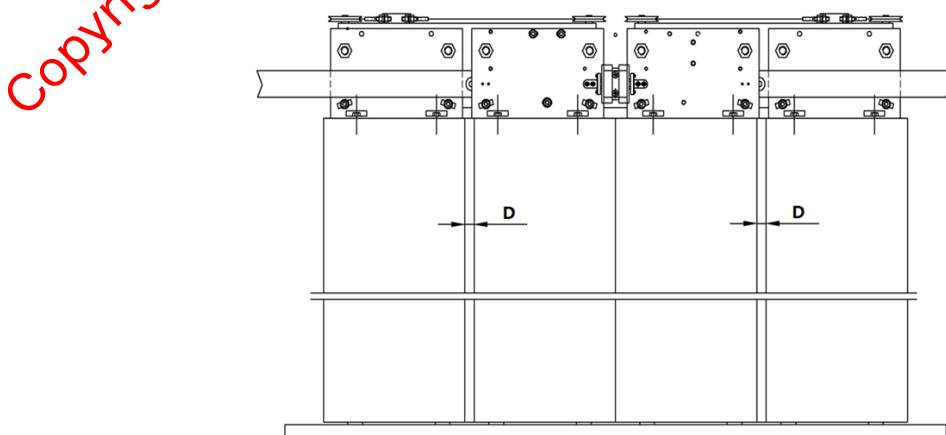

图 3-2i 轿门装配图
3. 快轿门板与慢轿门板之间的叠差 D，上下偏差不超过±2mm。见图 3-2i 轿门装配图。